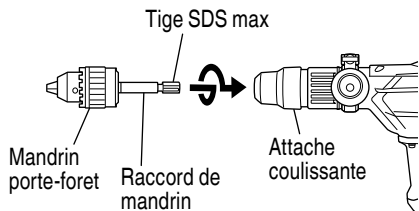

Fig. 19
- (2) Fixation du raccord de mandrin sur le mandrin porte-foret (Fig. 19)